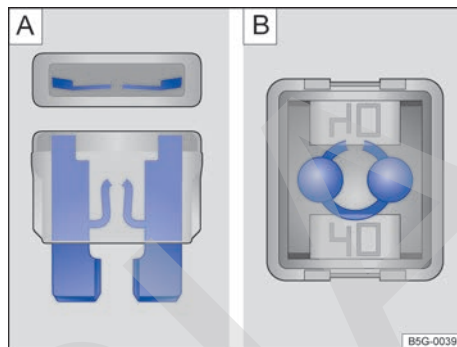

Fig. 239 Fusible fundido: **A** Fusible enchufable plano. **B** Fusible tipo bloque.
- Se puede saber si un *fusible enchufable plano* (ATO®, MINI®) está fundido por la tira de metal quemada visible desde arriba y desde los laterales a través de la carcasa transparente → fig. 239 [A].
- Se puede saber si un *fusible tipo bloque* (JCASE®) está fundido por la tira de metal quemada visible desde arriba a través de la carcasa transparente → fig. 239 [B].